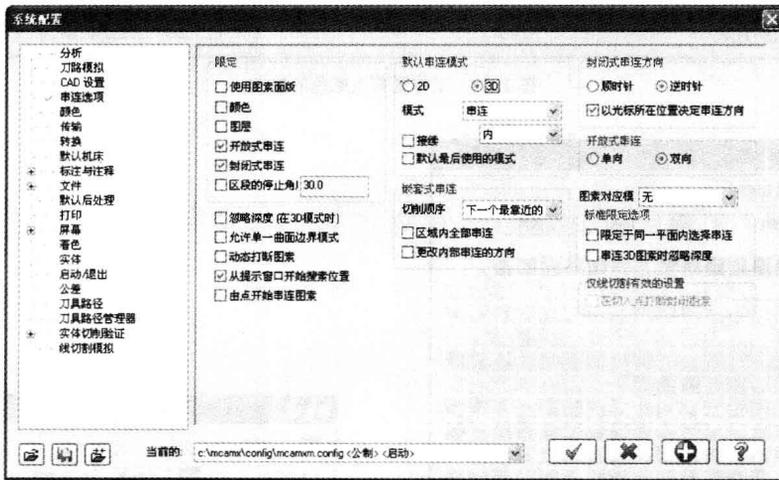

图 1.9 “系统配置”对话框
- [1] 单击“菜单栏”→“设置”→“系统配置”命令，弹出“系统配置”对话框，如图 1.9 所示。